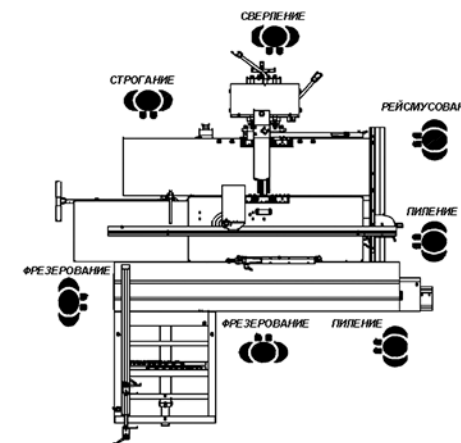

Рис. 4
8.1. Монтаж станка (Рис. 4а, 4б)